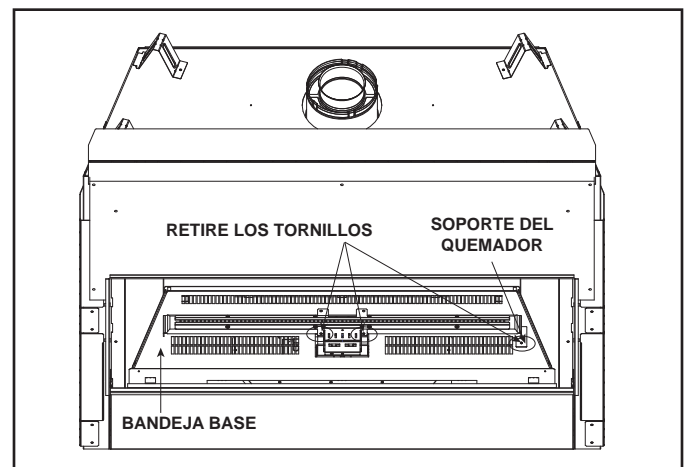

Figura 16.4 Retire el conjunto del quemador
1. Retire los dos tornillos que sostienen el conjunto del quemador al soporte del piloto. Retire el tornillo que sostiene el soporte del quemador a la bandeja base. Consulte la Figura 16.4.